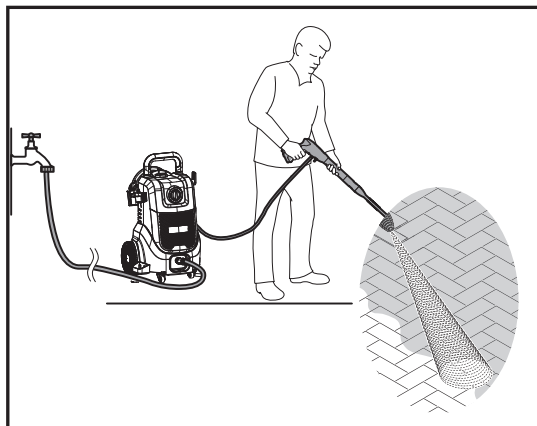

Fig. 20
2. Configure un patrón de pulverización adecuado si utiliza la boquilla variable (20).
4. Sujete la pistola pulverizadora (16) con las dos manos.
5. Encienda la máquina ajustando el interruptor giratorio de encendido / apagado (3) a la posición "I".
7. Presione completamente el gatillo de la pistola pulverizadora (16a) para iniciar el chorro de agua, como se muestra en la Fig. 20.